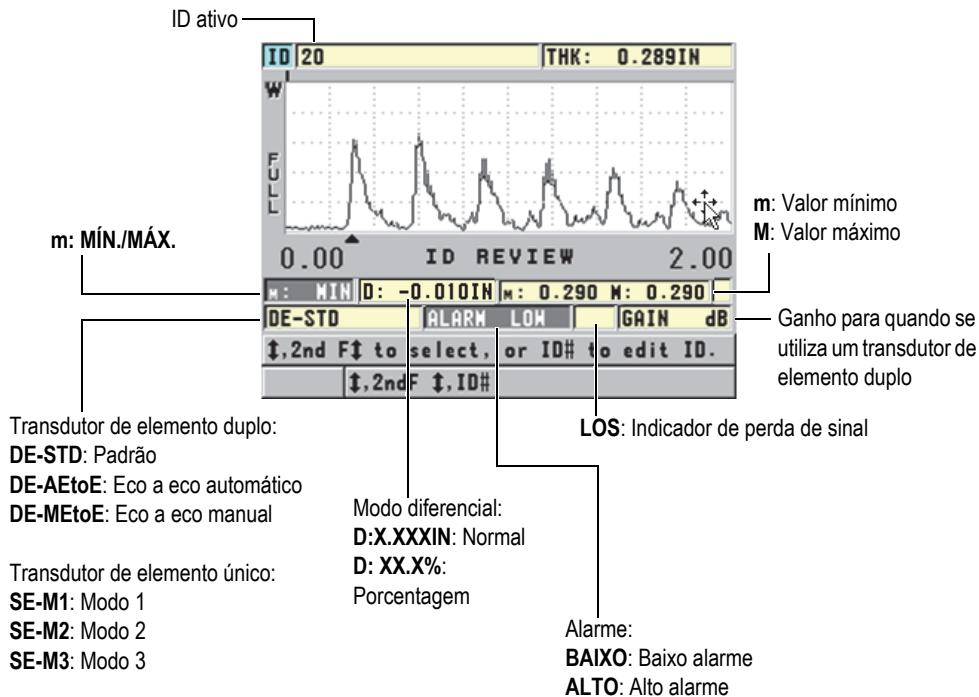

Figura 6-36 Identificando uma tela de revisão de ID
Figura 6-36 na página 130 mostra um exemplo da tela de revisão de ID e seu conteúdo. A área abaixo da forma de onda é reservada para indicadores de status que descrevem os valores das espessuras armazenadas indicadas. Os indicadores são as mesmas abreviaturas de uma letra do status das palavras que são transmitidos pelo medidor usando os comandos de envio (veja seção “Gerenciar transferência e comunicação dos dados” na página 201).
3. Na tela de consulta de ID (veja Figura 6-36 na página 130) realize as seguintes ações: